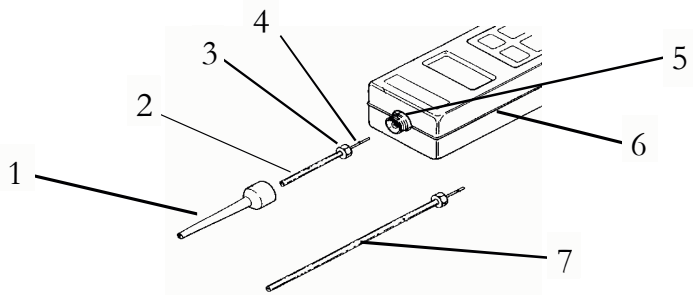

Abb. 5 Austausch der Schnüffelspitze
- 2 Siehe Abb. 5. Die Tülle (1) unten am weiten Ansatz festhalten, langsam verdrehen und abziehen.
- 3 Mit dem kleinen Ende des Steckschlüssels in Richtung GAS-CHECK weisend, das Ende der Schnüffelspitze (2 oder 7) durch die Mitte des Steckschlüssels hindurchführen. Den Steckschlüssel auf die Mutter (3) schieben und den Steckschlüssel in Gegenuhreigersinn drehen, um die Mutter zu lösen und die Schnüffelspitze zu entfernen.
- 4 Den Schnüffelspitzeinsatz (4) der anderen Schnüffelspitze in die Probenentnahmebohrung des Schnüffelspitzen/Tüllenanschlusses (5) einführen. Dann die Mutter (3) handfest anziehen - 1 bis 2 Umdrehungen genügen, um die Schnüffelspitze korrekt zu befestigen.
- 5 Die Mutter entsprechend den Angaben in Punkt 3 festziehen, dabei jedoch den Steckschlüssel im Uhrzeigersinn drehen. Die Mutter handfest anziehen, jedoch dabei sicherstellen, daß der metallische Teil der Kapillare (2) sowie der Plastikumkleidung nicht lose ist, denn dies führt zu einem „verrauschten“ oder „sprunghaften“ Signal.
- 2 Siehe Abb. 5. Die Tülle (1) unten am Ansatz festhalten und langsam verdrehen und abziehen.
- 3 Mit dem kleinen Ende des Steckschlüssels in Richtung GAS-CHECK weisend, das Ende der Schnüffelspitze (2 oder 7) durch die Mitte des Steckschlüssels hindurchführen. Den Steckschlüssel auf die Mutter (3) schieben und den Steckschlüssel in Gegenuhreigerrichtung drehen, um die Mutter zu lösen und die Schnüffelspitze zu entfernen.